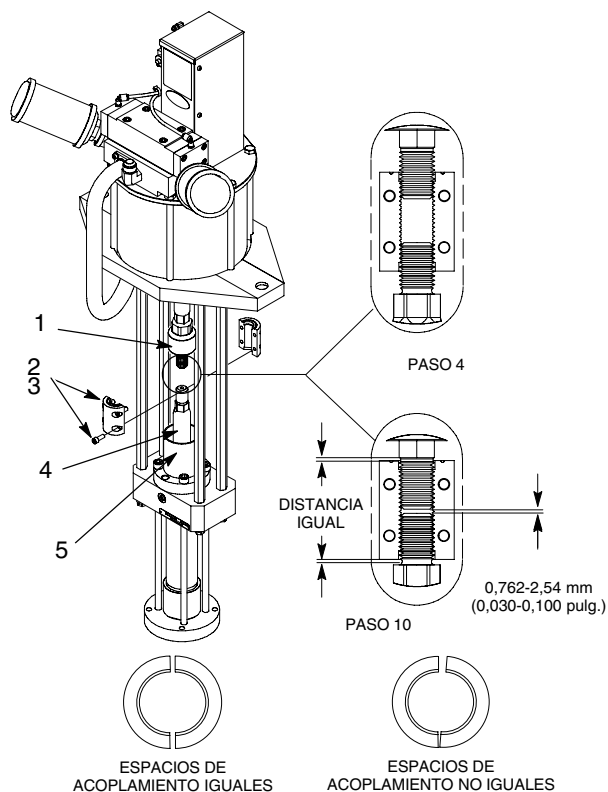

Figura 4 Instalación de las mitades de acoplamiento
DESCONECTADO	NOTA: Las mitades del acoplamiento forman una serie. En cada mitad se ha grabado el mismo número de serie. 3. Ver la figura 4. Asegurarse de que el extremo de la ranura de cada mitad esté mirando hacia arriba. Colocar ambas mitades (2) sobre el eje de acoplamiento (1) y la varilla del pistón (4), tal y como se indica. 4. Asegurarse de que las tres roscas del eje del acoplamiento y la varilla del pistón estén enganchadas en el acoplamiento. Asegurar acoplando las mitades con los tornillos de acoplamiento (3). 5. Asegurarse de que la válvula de purga en el cuerpo de la bomba esté abierta y no taponada.